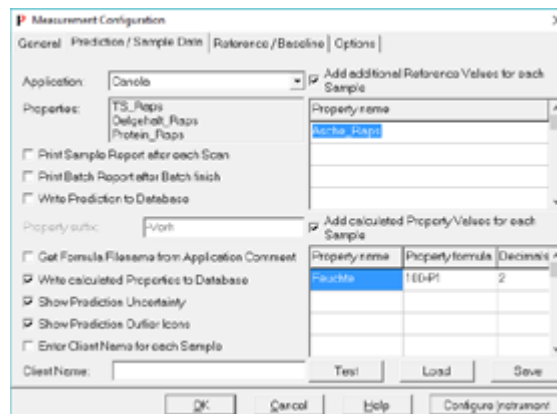

Fig. 2: Various measurement settings in SL Predictor
- 3 Parametrierung des Messbetriebs (Fig. 2)**
- 3 Parameterization of the Measurement Mode (Fig. 2)